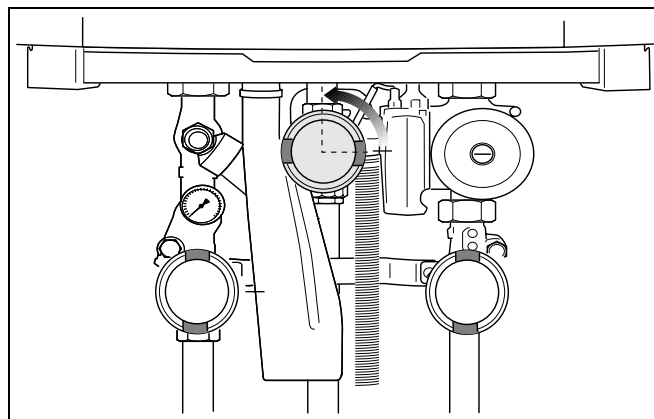

Рис. 72 Открытие крана для подачи газа
- Медленно открыть газ. Для этого нажать кран для подачи газа и повернуть влево на $\frac{1}{4}$ оборота (рис. 72).
- Снова открыть кран подачи газа. Для этого нажать кран для подачи газа и повернуть влево на четверть оборота (рис. 72).